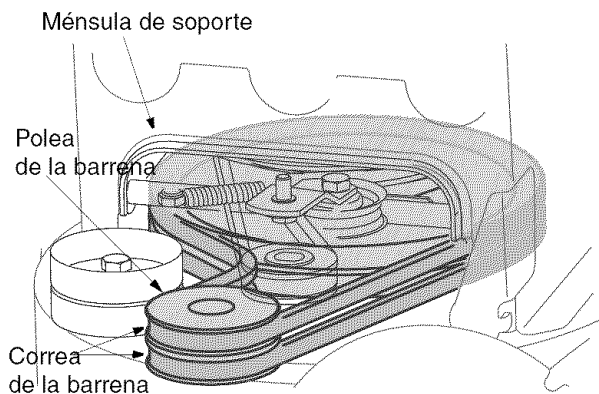

Figura 19
6. Saque las correas de las barrenas frontal y trasera de la polea del motor. Vea la Figura 19.
9. Eleve la correa de la barrena desde la polea de la barrena y deslice la banda entre la ménsula de soporte y la polea de la barrena. Repita este paso con la cadena de la barrena frontal. Vea la Figura 19.